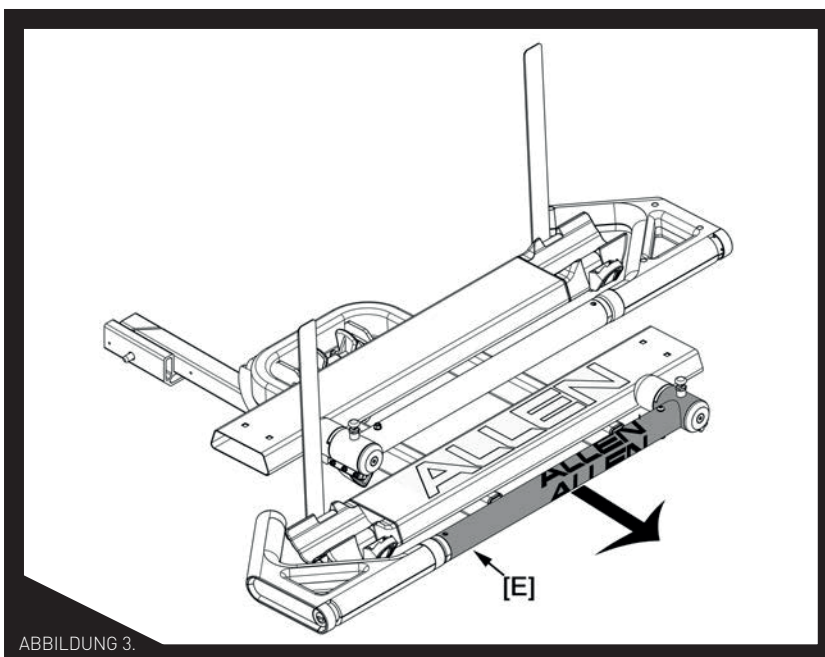

ABBILDUNG 3.
WICHTIG! Wie in Abbildung 3 abgebildet, sollte die Fahrradhalterung mit dem Haltearm [E] in Richtung des offenen Endes der U-Stütze montiert werden
2. Schwenken Sie den Fahrradhalterarm nach oben, bis die Hakenauflage 1 Zoll oder weniger von den Bremsen oder der Vorgabel entfernt ist - siehe Abb. 3